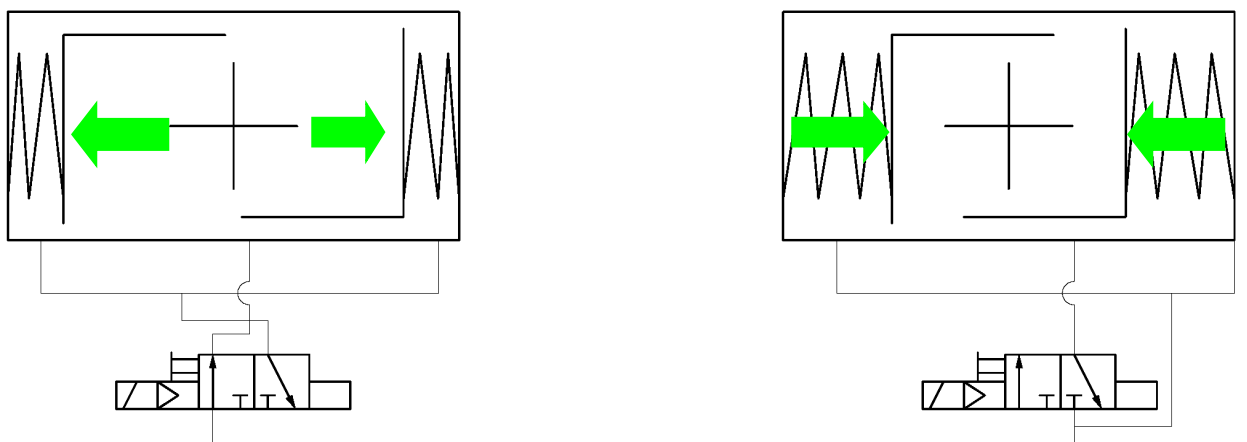

Imagen 2: Esquemas de conexiones para actuadores de simple efecto EB SYS
**Actuadores con reajuste del muelle** solamente se deben suministrar a través de la **conexión derecha**, véase la imagen 2